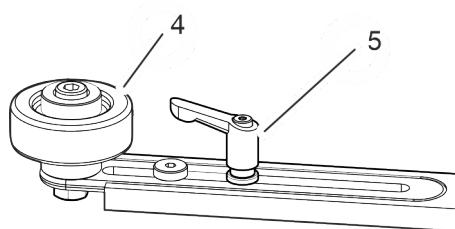

Abb. 26: Abstützrollen
1. ➤ Klemmhebel lösen (Abb. 26/5).
2. ➤ Abstützrollen (Abb. 26/4) an die Flanschschwanz setzen.
3. ➤ Klemmhebel (Abb. 26/5) schließen.